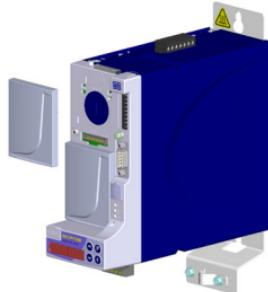

Figura 4.1: Retire la tapa de protección
2. Retire la tapa de protección del slot, conforme figura 4.1.